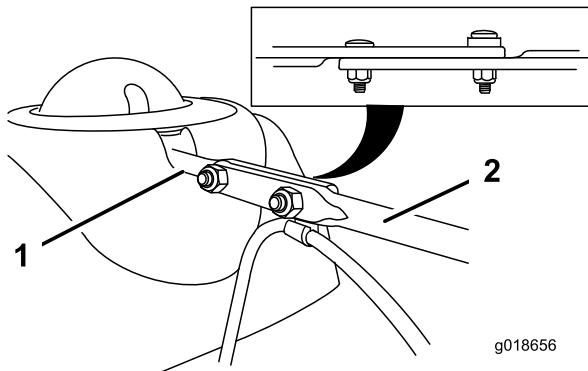

Figure 15
3. Alignez l'extrémité plate arrière de la longue tige d'orientation de la goulotte sur l'extrémité plate avant de la tige courte qui part du panneau de commande, de façon à les engager l'une dans l'autre (Figure 15).